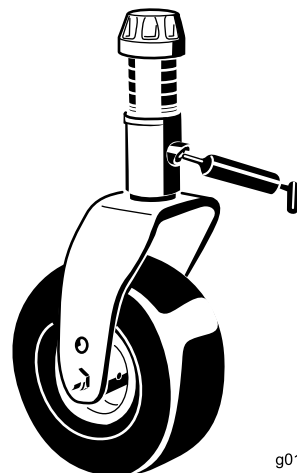

Figura 44
- Boccole (2) dell'asse della forcella delle ruote orientabili (Figura 44)